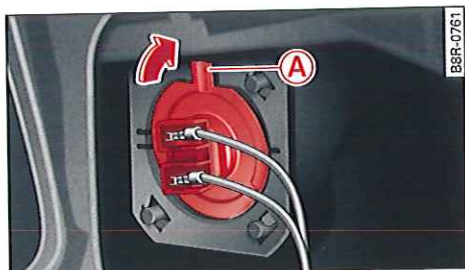

Fig. 258 Phare principal : ampoule du feu de braquage
- Mettez en place le connecteur en plastique avec l'ampoule neuve, d'abord dans la partie inférieure du boîtier de phare ⇒ fig. 258. Veillez à ce que l'ergot **A** soit orienté au centre vers le haut.